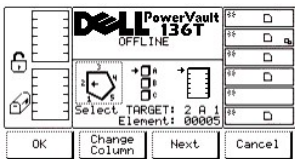

图 35. 命令 > 移动 > 定位机械手对话框
选择定位机械手后，将显示“定位机械手对话框”。请参见图 35。通过该选项可以将机械手定位在某个元件的前方。
- 1 如果按下**下一步**软键下方的按钮，则当前的源参数将从槽位变为列，如在“定位机械手对话框”中所示。请参考图 35。